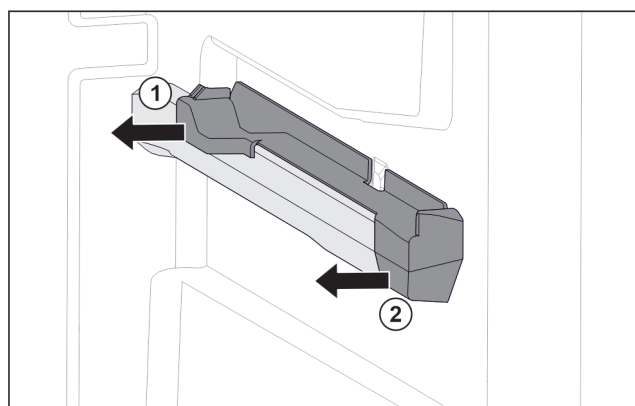

Fig. 82 Násuvný diel na pravom rebro nádoby
- Stiahnite násuvný diel vzadu do strany. Fig. 82 (1)
- Stiahnite násuvný diel vpredu do strany. Fig. 82 (2)